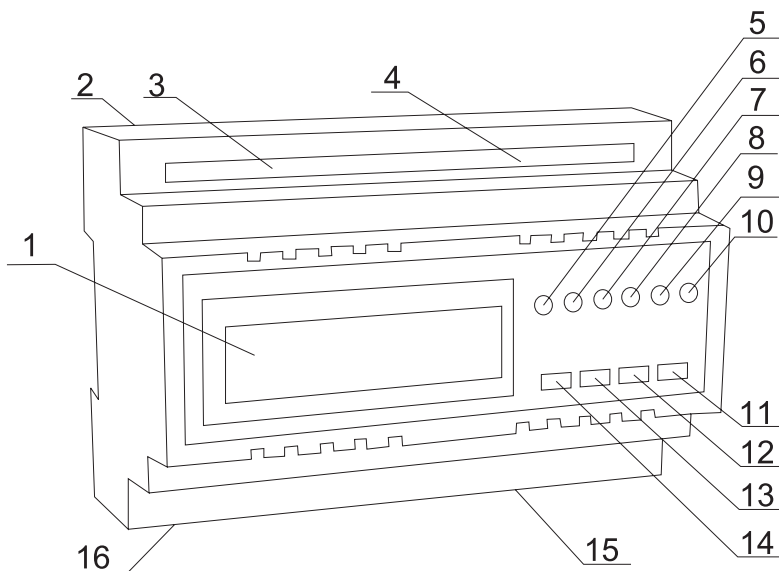

Рис.4.1. Расположение органов управления, контроля, гнезд подключения.
Блок управления отоплением ИСУ-06 изображён на Рис.4.1. С нижней стороны располагаются клеммы подачи питания (16) и клеммы для подключения сервоприводов (15).
Для вхождения в режим программирования следует тонким неметаллическим предметом аккуратно нажать кнопку технологического режима внутри корпуса (поз.4 Рис.4.1) и, не отпуская ее, нажать кнопку «меню» (поз.14 Рис.4.1). При вхождении в технологическое меню на экране высветится окно программирования кода датчика 1-го контура.